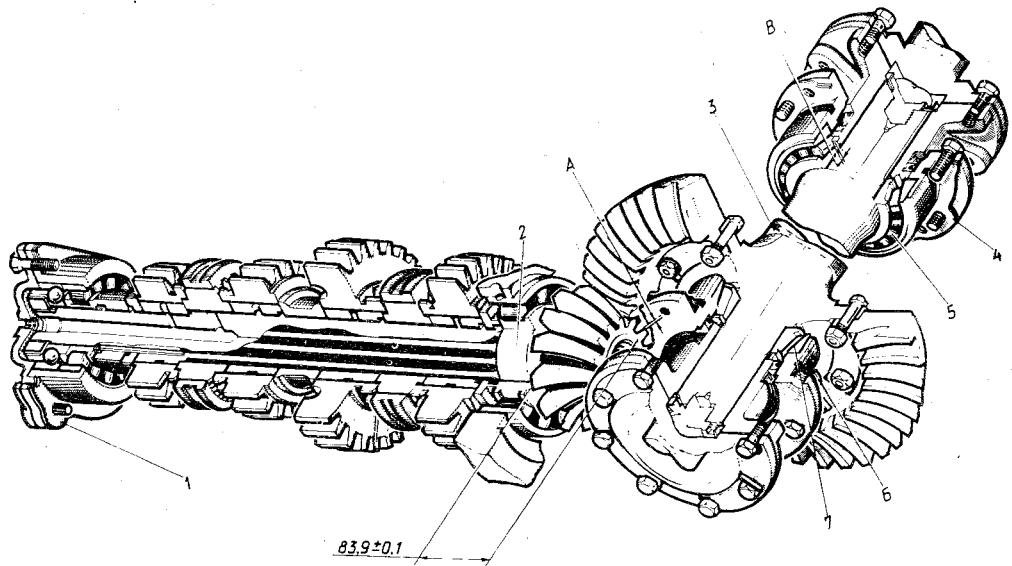

Рис. 37. Регулирование подшипников вала конической шестерни:
**Регулирование подшипников вала конической шестерни** (рис. 37). Нормальный осевой люфт вала конической шестерни в подшипниках 0,1—0,2 мм. Если люфт больше, необходимо довести его до нормального, изменения толщину набора прокладок под левым корпусом подшипника.